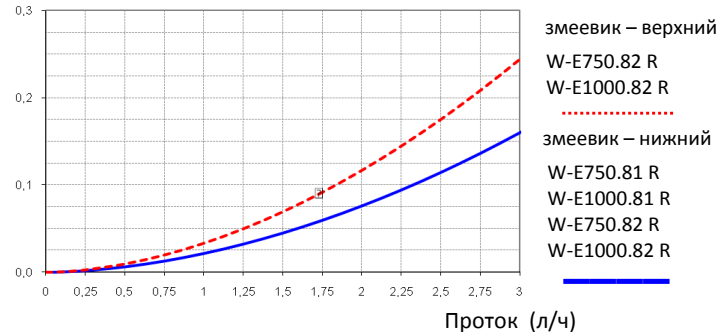
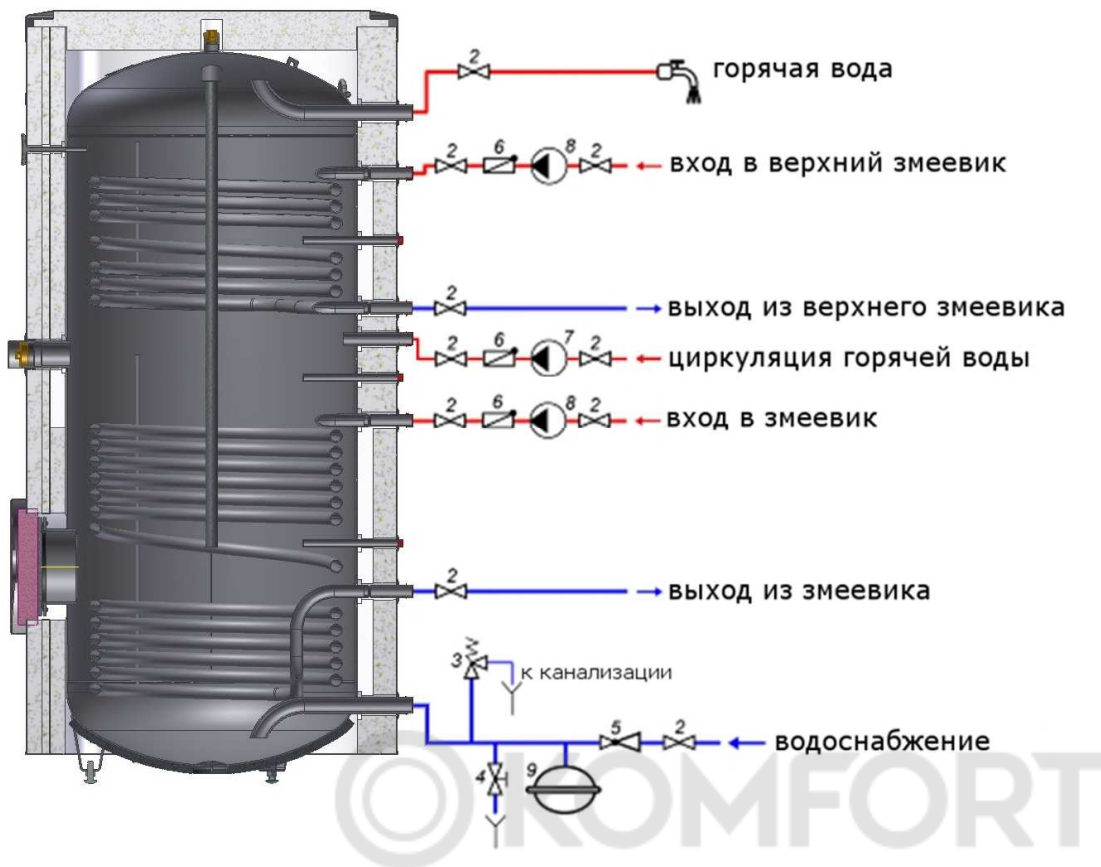

Рис. 6 Схема установки W-E 750/1000.81 R
Рис. 7 Схема установки W-E 750/1000.82 R
Подключение системы отопления и водоснабжения следует выполнять в соответствии с монтажной схемой (смотри Рис. 6 и Рис. 7).
С целью сведения к минимуму утечки воды из предохранительного клапана, связанной с тепловым расширением жидкости, рекомендуется установка мембранного расширительного бака при подводе холодной воды (Рис. 6 и 7 поз. 9).
3. Перекрыть подачу хозяйственной воды и выпустить часть воды из бака при помощи сливного клапана (Рис. 6 и 7 поз.4).
4. Снять крышку корпуса вместе с теплоизоляцией (1).
5. Открутить заземляющий кабель анода (2).
6. Открутить изношенный магниевый анод (3).